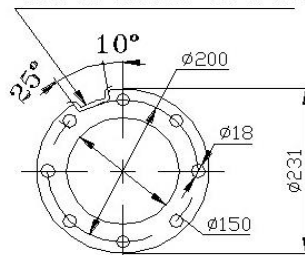

Рисунок 1
Агрегат CRS (см. рис.1) состоит из: насосной части поз. 1; электродвигателя поз. 2; проводов токоподводящих поз. 3; клапана поз. 4; таблички поз. 5; кожуха защитного поз. 6; сетки защитной поз. 7.
6.3.2 Водоподъемную трубу с муфтой ввернуть в патрубок агрегата до отказа (см. рис.1). По просьбе заказчика за отдельную плату могут поставляться переходные втулки, а также переходники с резьбы на фланец.
- придерживая вал насоса в верхнем положении (см. п. 2), установить насос на фланец электродвигателя и замерить размер “X” между концами валов (см. рис. 1);